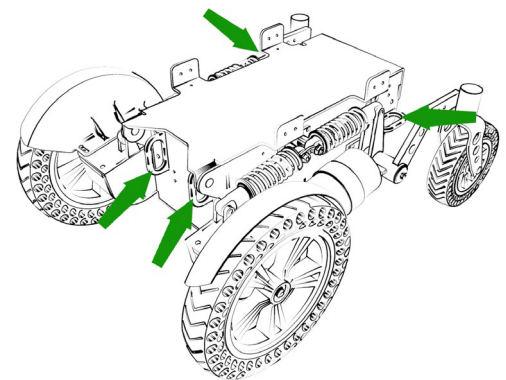

Abb. 7.1
Elektorollstühle sind sehr schwer und lassen sich nicht leicht heben. Verwenden Sie daher geeignete Rampen, um den Stuhl in und aus dem Fahrzeug zu fahren. Sobald sich der Rollstuhl im Fahrzeug befindet, muss er an den dafür vorgesehenen Befestigungspunkten mit einem nach ISO 10542 zertifizierten Befestigungssystem gesichert werden (Abb. 7.1), das für das gesamte Rollstuhlgewicht konzipiert ist.
- Alle 4 Befestigungspunkte müssen verwendet werden (Abb. 7.1).